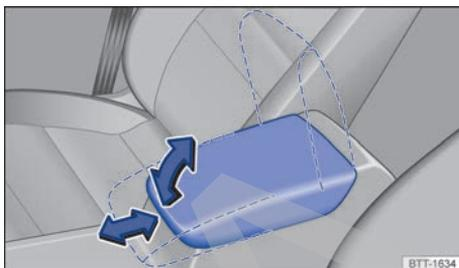

Fig. 102 Reposabrazos central delantero.
- Para *levantar* el reposabrazos, tire de él hacia arriba en el sentido de la flecha → fig. 102 encastré por encastré.
- Para *ajustar longitudinalmente* el reposabrazos, desplácelo completamente hacia delante → fig. 102 o completamente hacia atrás en el sentido de la flecha correspondiente.